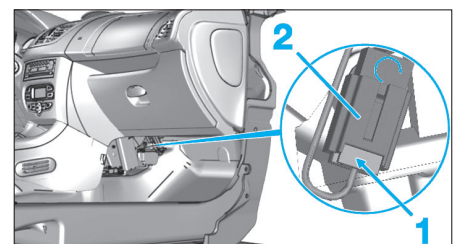

Fig. 36
- Débrancher le connecteur (1) (Fig.36).